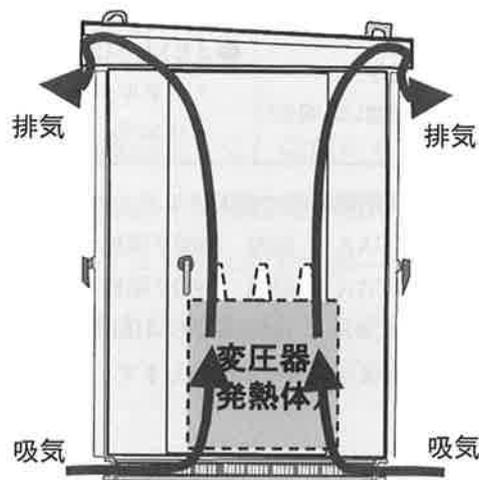

図2 JIS C 4620に基づくキュービクルの換気構造
●換気構造 〔図2 JIS C 4620に基づくキュービクルの換気構造 参照〕
- ・図2に示すように、変圧器の発熱により、キュービクル内部には上昇気流が発生します。